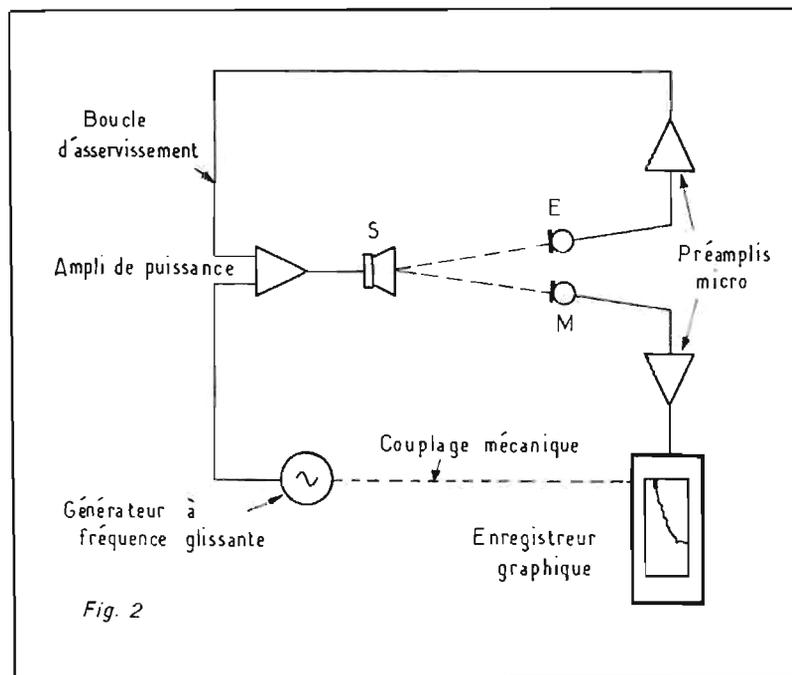

Fig 2: Méthode par comparaison simultanée avec régulation de champ sonore. E est l'étalon, M est le microphone en essais.
b) Méthode par comparaison simultanée (fig. 2)